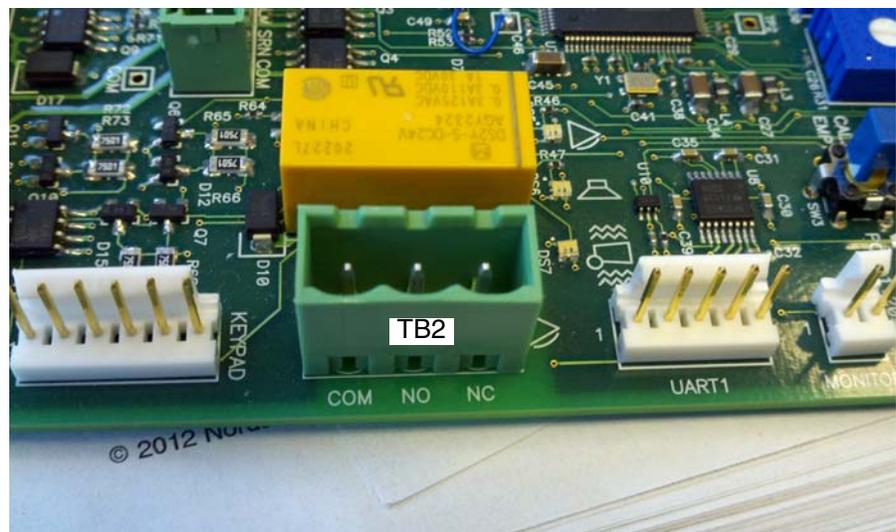

Figura 3-16 Foto di TB2
È disponibile un contatto di uscita relè elettromeccanico di forma C (vedi figura 3-16) per monitorare lo stato del sistema di riempimento. Questo relè fornisce un contatto a potenziale zero comune (COM), normalmente chiuso (NC) e normalmente aperto (NO). Questi contatti sono etichettati COM, NC e NO sulla PCA di riempimento e si trovano sulla morsettiera TB2.